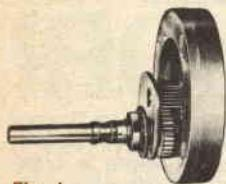
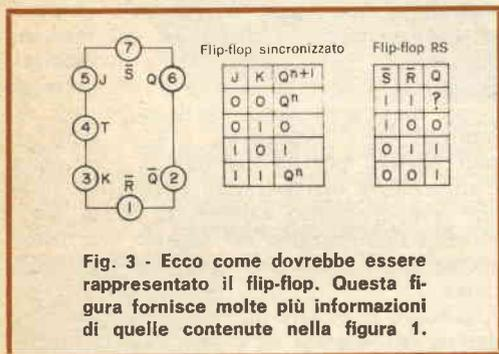

Fig. 1
Fig. 3 - Ecco come dovrebbe essere rappresentato il flip-flop. Questa figura fornisce molte più informazioni di quelle contenute nella figura 1.
Si è quindi pensato di modificare il circuito originale per ridurne la vulnerabilità, pur conservando le sue originali caratteristiche di funzionamento con pochi interruttori e semplicità di progetto. Il circuito modificato è riportato nella *fig. 1*.
Il comando a volano acceleratore (fig. 1) è un'unità di comando a corda, destinata alle radio riceventi moderne che hanno la scala di sintonia extra lunga. Quest'unità comprende un volano in lega di zinco di 57 mm di diametro, azionato da ingranaggi moltiplicatori nylon/ottone, a velocità due volte superiore a quella dell'alberino motore. L'unità completa pesa solo 170 g ma ha un effetto inerziale equivalente ad un volano molto più grande e permette così un passaggio rapido lungo la scala.
Il circuito, rappresentato schematicamente nella *fig. 1*, è in apparenza semplice. La sezione più evidente è quella di un multivibratore astabile, formato da Q1 e Q2 e dai loro relativi circuiti di tempo. Non altrettanto evidente è l'oscillatore bloccato, quello che produce il gorgheggio, i cui componenti principali sono Q2, C2 e T2.
Fig. 1 - Questo circuito non è così semplice come sembra. Oltre ad un multivibratore, comprende anche un oscillatore bloccato. Tutti i componenti fanno parte di una delle costanti di tempo e perciò, se si cambia il valore di un componente, si altera il suono ottenuto. Si noti il resistore di smorzamento dell'altoparlante (R8), il quale impedisce che il carico acustico dell'altoparlante stesso possa influire sull'oscillatore.
**Che cos'è la funzione?** . Date un'occhiata allo schema della *fig. 1* e, senza leggere la spiegazione, cercate di capire che cos'è questo circuito e come funziona. Se non vi riesce, provate il più semplice circuito della *fig. 2*. Se incontrate difficoltà nell'analizzare questi circuiti, non prendetevela troppo. Si tratta di circuiti integrati le cui informazioni essenziali sono la "funzione" (che cosa fa?), "l'entrata e l'uscita" (di che tipo sono i segnali?) e le "caratteristiche" (come si prova?). Ma tutte queste notizie si trovano facilmente nei manuali tecnici pubblicati dai fabbricanti, per cui non occorre immaginare nulla: tutto è già sta-
**Fig. 1** - Non è facile determinare che cos'è questo circuito. La soluzione però si trova osservando le lettere che contrassegnano i terminali: si tratta di un flip-flop JK-RS a circuito integrato.
Fig. 2 - In questo circuito non ci sono indicazioni dei terminali che possano aiutare a determinarne la funzione. Si tratta di uno stabilizzatore a circuito integrato per alimentatori. Si noti che questo circuito e quello della fig. 1 sono molto complessi e che è una vera perdita di tempo cercare di analizzarli, dal momento che il loro funzionamento è mostrato molto chiaramente nelle figure che seguono.
to calcolato per voi molto prima dai progettisti dei circuiti integrati stessi. L'intero circuito della fig. 1 può essere rappresentato da un blocco come quello riportato nella fig. 3, il quale vi fornisce tutte le informazioni necessarie circa il complicato circuito. L'informazione data nella fig. 3 dice: « Quan-
do certe tensioni (0 o 1) sono presenti sulle entrate J e K e quando un impulso eccitatore viene applicato, il flip-flop può o no cambiare stato a seconda di come sono, una rispetto all'altra, le tensioni J-K o R-S ». Non è molto più semplice che tentare di immaginare che cosa fa in ogni istante ogni transistor della fig. 1? Si consideri il tempo che si risparmia. Rivedete ora la fig. 2 ed il suo blocco equivalente dato nella fig. 4. L'informazione fornita nella fig. 4 dice: « Se il livello della tensione d'entrata è giusto, la tensione d'uscita deve essere quella indicata, altrimenti il circuito integrato è difettoso (senza tenere conto dei componenti separati) ». Naturalmente, in un sistema con molti blocchi, entrano nel quadro alcuni altri fattori, ma l'idea base dei blocchi equivalenti rimane valida.